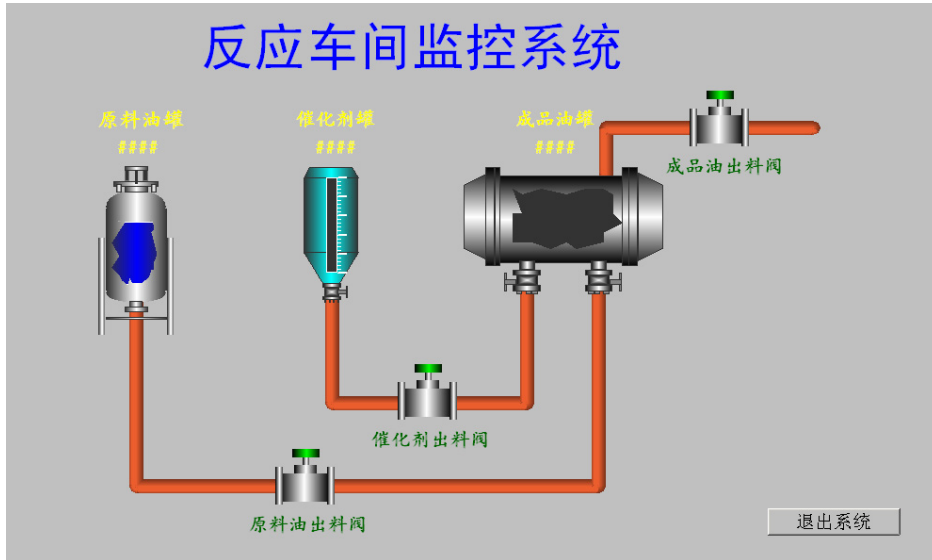

图 3-7 反应车间监控画面
(6) 最后生成的画面如图 3-7 所示。至此，一个简单的反应车间监控画面就建立起来了。选择“文件”菜单的“全部存”命令将所完成的画面进行保存。